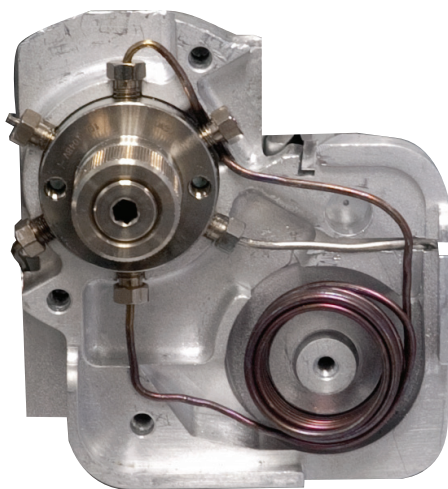

Abb.21. Korrekte Platzierung der Probenschleife im Probenschleifenblock
- 12 Während sich die Probenschleife vor dem 6er-Anschlussventil befindet, schließen Sie beide Enden der neuen Probenschleife an die Positionen 1 und 4 an, wie in **Abbildung 21** gezeigt.
- 14 Drehen Sie Probenschleife zum Probenschleifenblock hin (nach rechts). Passen Sie das obere Ende der Probenschleife über und hinter Anschluss 5 des Ventils ein. Drehen Sie die Probenschleife weiter, bis sie in die Vertiefung im Probenschleifenblock passt, wie in **Abbildung 21** gezeigt.